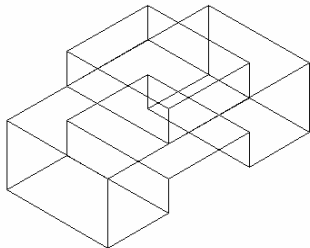

图 9-40
- (7)选择【修改】/【实体编辑】/【差集】选项,如图 9-40 所示: